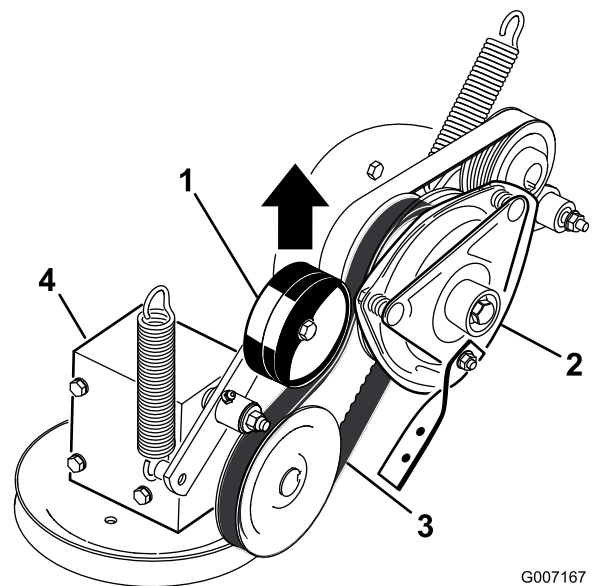

Figura 68
5. Tire hacia arriba de la polea tensora tensada con muelle de la correa de transmisión de la TDF, y retire la correa de la polea del embrague (Figura 68).
16. Instale la correa de goma del embrague al bastidor del cortacésped con los dos pernos y tuercas que se retiraron anteriormente (Figura 68).
17. Tire hacia arriba del brazo tensor tensado con muelle de la correa de transmisión de la TDF, e instale esta en la polea del embrague (Figura 68).